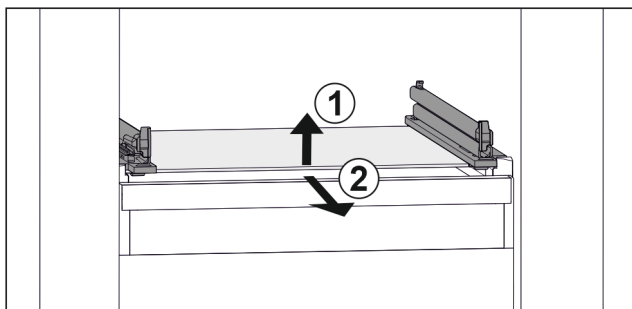

Fig. 46 Reprezentare exemplificativă a plăcii de sticlă
- ▶ Ridicați placa de sticlă din față. Fig. 46 (1)
- ▶ Extrageți placa de sticlă spre înainte. Fig. 46 (2)